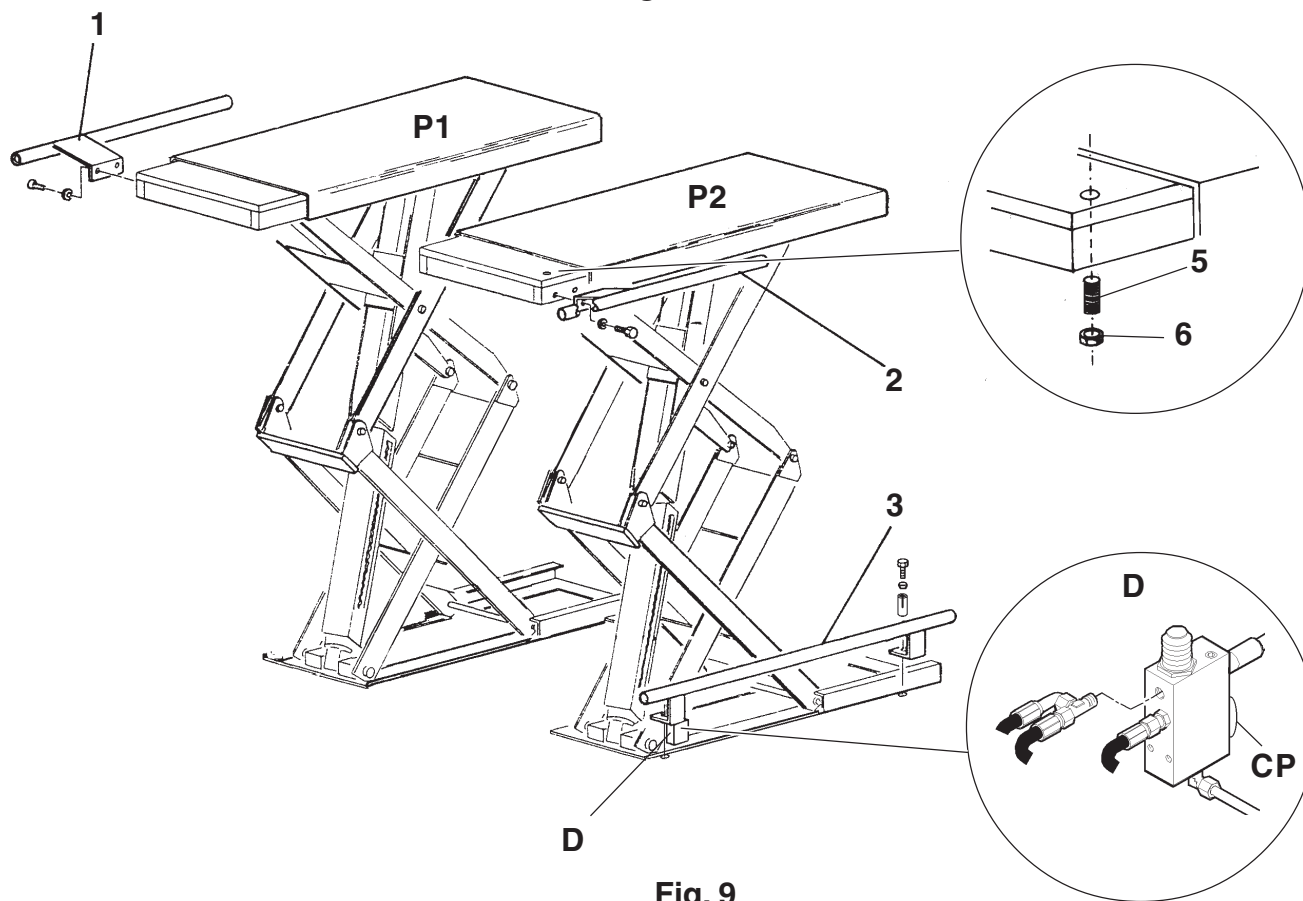

Fig. 9
Premere il pulsante di salita ed alzare le pedane di 50-60 cm. Rif. Fig.9. Montare le protezioni salvapiedi (**1-2-3**).
Collegare il pressostato **CP** situato in **D** (Fig. 9). **Togliere lo spinotto (A), vedi Fig.7.**
Montare la vite-pressore **5 e 6** (Fig. 9). A questo punto livellare se necessario il ponte agendo sui registri (**3**) di Fig. 10.
Ref. Fig. 9. Fit the protective footguard devices (**1-2-3**).
Connect the pressure gauge **CP** located in **D** (Fig.9).
Fit the pressure switch **5 and 6** (Fig.9). Then level the lift if
(Siehe Abb. 9). Die Fussabweiser (**1-2-3**) . Den in **D** (Abb. 9) positionierten Druckwächter **CP** anschliessen. **Den Stecker (A), siehe Abb. 7 ausziehen.** Die Press-Schraube **5 und 6** (Abb. 9) montieren. Nun bei Bedarf die Hebebühne unter Betätigung der Verstellschrauben (**3**) der Abb. 10 nivellieren.
Réf. Fig. 9. Monter les protections des garde-pieds (**1-2-3**). Connecter le pressostat **CP** situé au point **D** (Fig. 9). **Retirer la cheville (A), voir Fig. 7.** Monter les vis de pression **5 et 6** (Fig. 9). A ce point, niveler le pont élévateur si nécessaire en intervenant sur les régulateurs (**3**), voir Fig. 10.
Ref. Fig.9. Montar las protecciones protege-pies (**1-2-3**). Conectar el presostato **CP** situado en **D**(Fig.9).
Quitar el cable (**A**), ver Figura 7. Montar el tornillo-empujador **5 y 6** (Fig.9). A continuación, si es necesario hay que nivelar el puente mediante los reguladores (**3**) de la Fig.10.